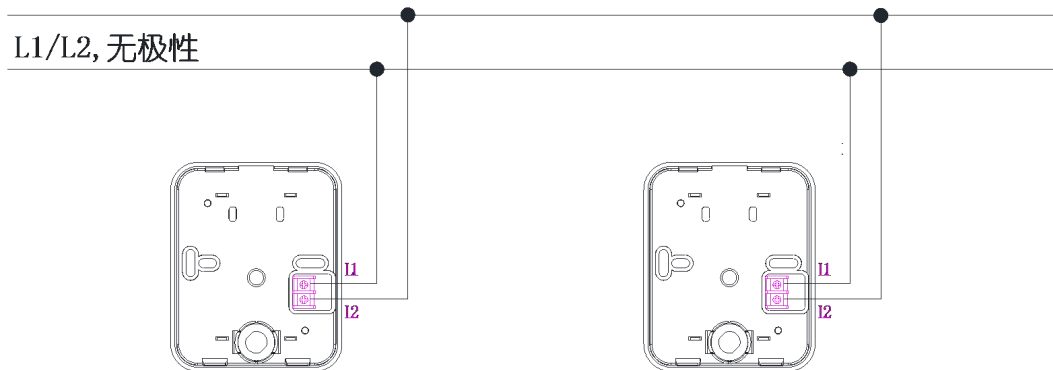

图 2 端子接线图（两线制无极性接线）
- 将总线接在 L1、L2 端子上，接线无级性。如图 2 所示：